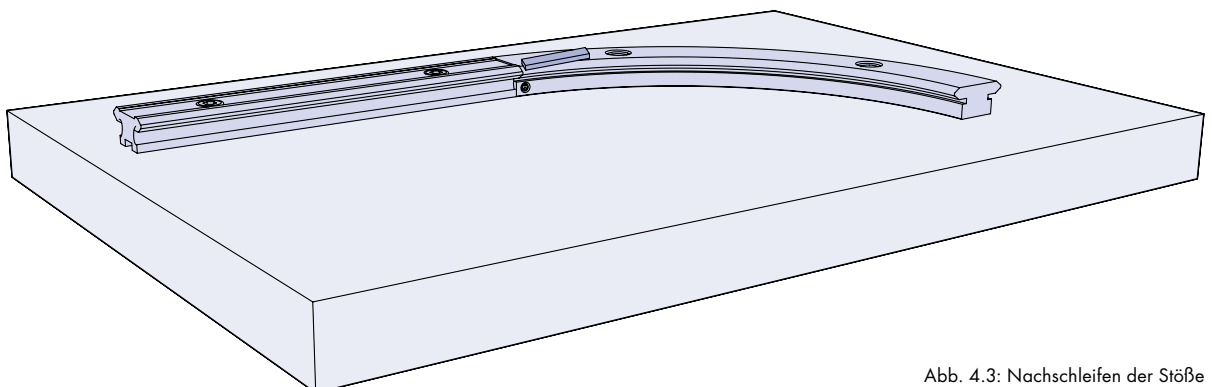

Abb. 4.3: Nachschleifen der Stöße
4.3 Ist die Ringführung korrekt positioniert, kann wenn nötig mit Hilfe eines geschmierten Abziehsteins leicht nachgeschliffen werden (Abb. 4.3). So kann geringfügig Material abgeschliffen werden, um einen nahtlosen Übergang der Oberfläche von geradem Schienenstück zu Ringsegment zu gewährleisten. Zur Bestätigung, dass die erforderliche Qualität erreicht ist, kann die Verbindung bzw. der Stoß mit einem Laufwagen getestet werden.